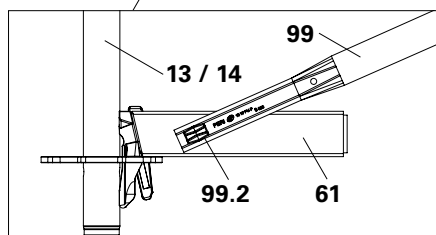

Abb. B1.03
3. Riegeldiagonale UBL (99) montieren: Einhängefinger (99.1) in Horizontalriegel einstecken. Kippfinger (99.2) gerade stellen und durch Auflage UC 33 (61) durchstecken. Kippfinger auf der Innenseite umlegen. (Abb. B1.03 – B1.04a)